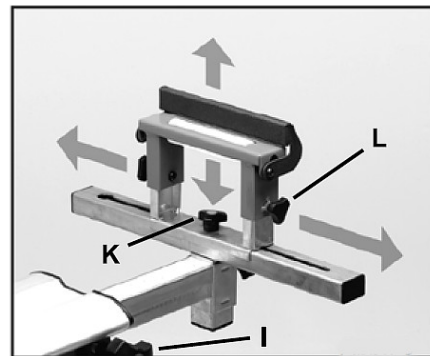

Abb. 12: Montage Rollenauflage mit klappbarem Anschlag
Die Rollenauflage kann nach vorne und hinten durch Lösen des Drehgriffes (K) verschoben werden. (Abb.12) In Ihrer Höhe sind die Rollen durch Lösen der Drehgriffe (L) bzw. durch die komplette „T“-Auflage einstellbar. Durch verstellen des Auslegearms kann die Distanz zwischen Rollen und Maschine verändert werden. Hierzu ist der Drehgriff (I) zu lösen. Nach allen Einstellarbeiten sind die Drehgriffe stets wieder fest anzuziehen.